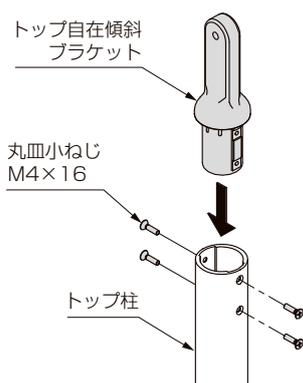

図6-3
- トップ柱にトップ自在傾斜ブラケットを挿入して、ねじ止めしてください。（図6-3参照）